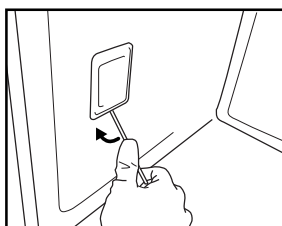

Fig. 7
3. Fare leva verso l'esterno con un cacciavite a taglio fino a rimuovere il coprilampada (Fig. 7).